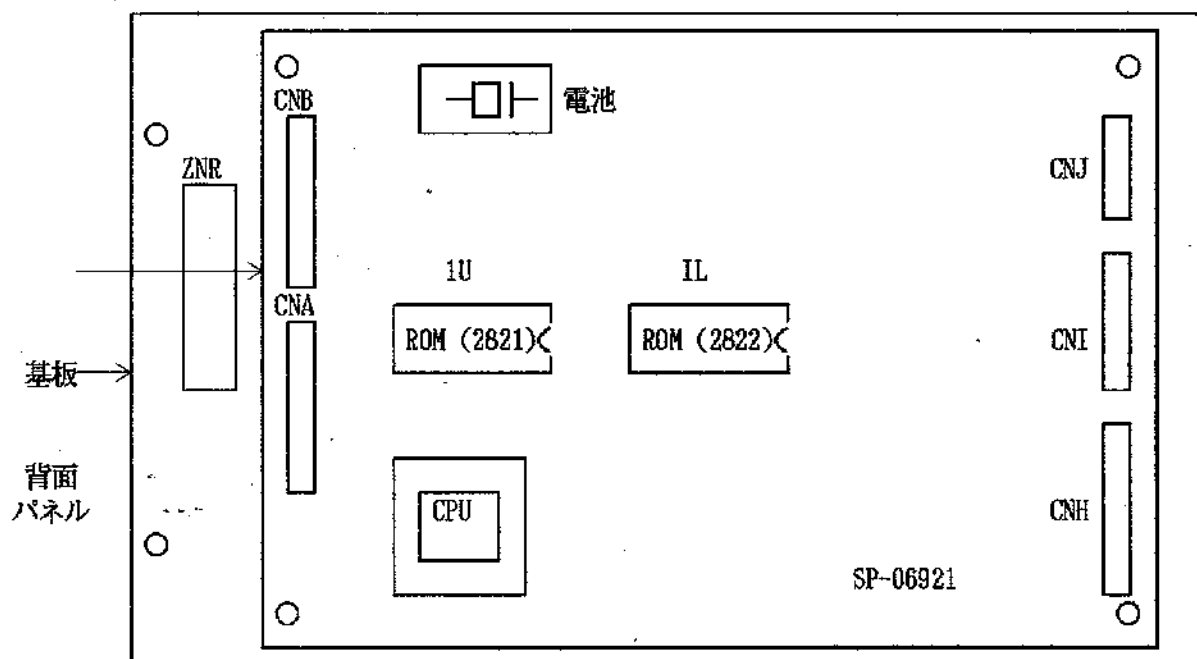

図4-1 ROM配置図(A) (基板番号SP-06921の場合)
- ① 基板番号がSP-06921の場合、ROM配置については図4-1のROM配置図(A)に従って下さい。